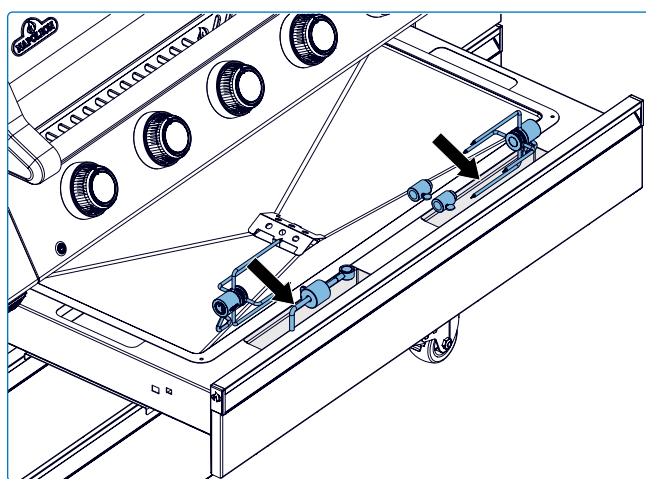
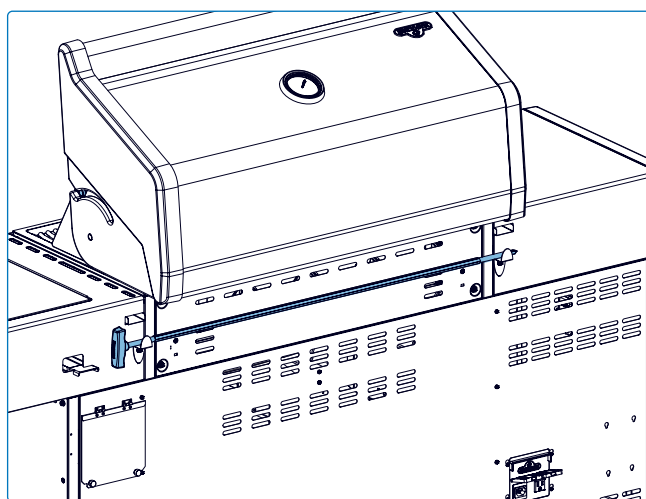

Fig.10
Fig.11
- Rangez les composants de la rôtissoire sur les crochets prévus à cet effet à l'intérieur du meuble du chariot et la broche à l'arrière du grill lorsqu'ils ne sont pas utilisés. Cela les protège, les garde accessibles et évite la corrosion s'ils sont propres et secs (**Fig. 10 & Fig.11**).